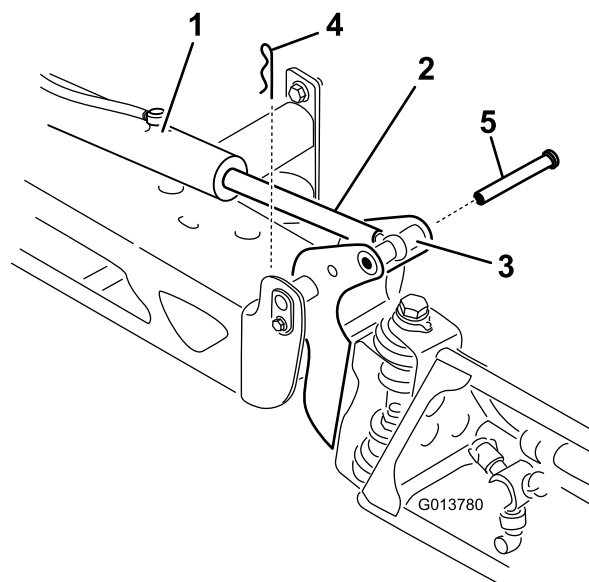

Figure 96
2. Retirez la goupille fendue de l'axe de pivot (Figure 96).
3. Élevez la rampe et retirez l'axe (Figure 96), puis abaissez lentement la rampe au sol.
9. Tout en maintenant la rampe, insérez l'axe dans le pivot de rampe et la tige de vérin (Figure 96).